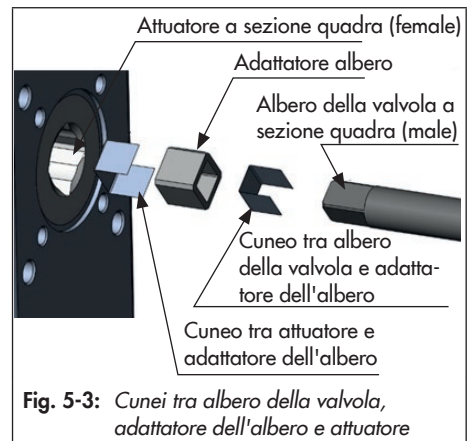

Fig. 5-3: Cunei tra albero della valvola, adattatore dell'albero e attuatore
1. Posizionare il segmento sferico (7) della valvola nella posizione CHIUSA (angolo di rotazione di 0°).
2. Avvitare il giogo (2) alla flangia dell'albero della valvola (12) utilizzando due o quattro viti, a seconda del diametro nominale.
3. Inserire l'adattatore albero (se necessario) sull'albero della valvola (12). Far scorrere l'attuatore sull'adattatore o sull'albero della valvola (12) e avvitare saldamente al giogo (2) con quattro viti. Non deve verificar-
si/rimanere alcun gioco tra l'attuatore e l'albero della valvola (12) (adattatore dell'albero, se necessario). Se necessario, impiegare cunei sottili, vedere Fig. 5-3 e cap. "Accessori" in "Allegato".
4. Con la direzione di rotazione standard dell'attuatore, regolare la vite di arresto B in modo che la valvola sia completamente chiusa. Allineare quindi le marcature sull'albero della valvola (12) e il premistoppa (15).
dell'albero, se necessario). Se necessario, impiegare cunei sottili, vedere Fig. 5-3 e cap. "Accessori" in "Allegato".